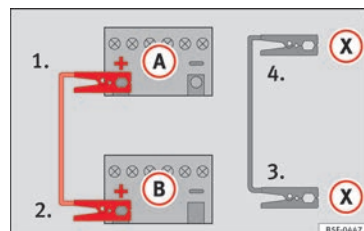

Fig. 76 Schéma de branchement pour les véhicules équipés du système Start-Stop.
- *Sur les véhicules avec système Start-Stop* : raccordez une extrémité du câble d'urgence *noir* (X) à une borne de mise à la terre appropriée, à une pièce métallique massive vissée au bloc-moteur, ou au bloc-moteur lui-même » fig. 76.
5. Branchez l'autre extrémité du câble de démarrage *noir* (X), dans le véhicule avec la batterie déchargée à une pièce en métal massif vissée au carter-moteur ou directement au carter-moteur mais le plus loin possible de la batterie (A).